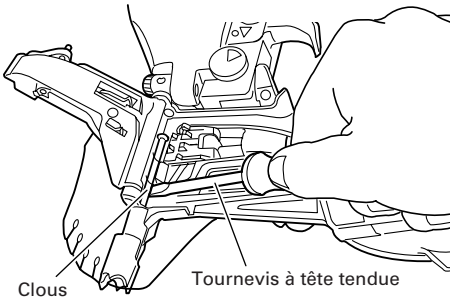

Fig. 15
- (2) Enlevez le clou coincé à l'aide d'un tournevis à tête tendue. (Fig. 15)